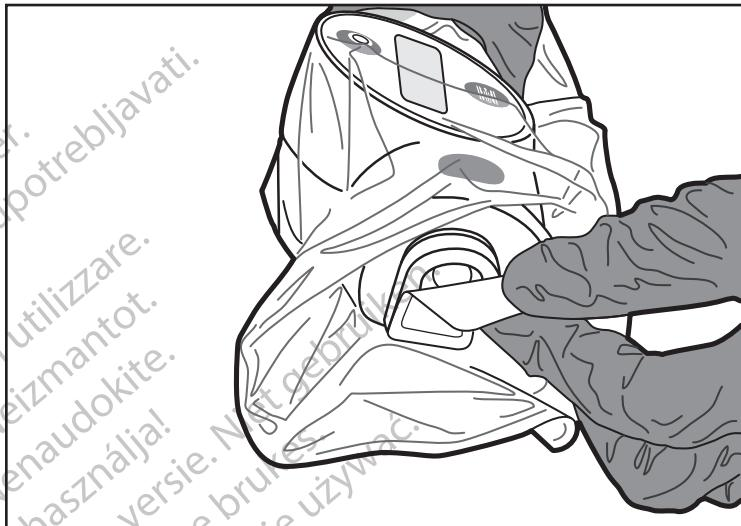

Abbildung 9. Entfernen des Aufklebers
- Vor dem Einsetzen des mit der MDUS PLUS Motorantriebseinheit kompatiblen Katheters den Aufkleber von der Frontplatte entfernen und ordnungsgemäß entsorgen (Abbildung 9).